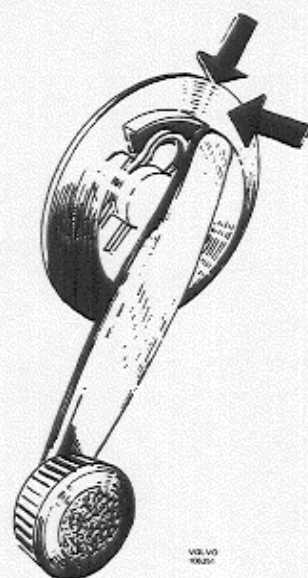

Abb. 14 Ausbau der Fensterkurbel
2. Früh. Ausf. (-73). Fensterkurbel entfernen. Dazu den Zierdeckel gegen die Verkleidung drücken und gleichzeitig in Richtung Kurbelgriff schieben (Abb. 14). Der Nutenläufer wird dabei ausgefedert und die Fensterkurbel läßt sich abnehmen. Beim Einbau ist darauf zu achten, daß die Öffnung des Nutenläufers zum Kurbelgriff hinzeigt, siehe Abb. 14.